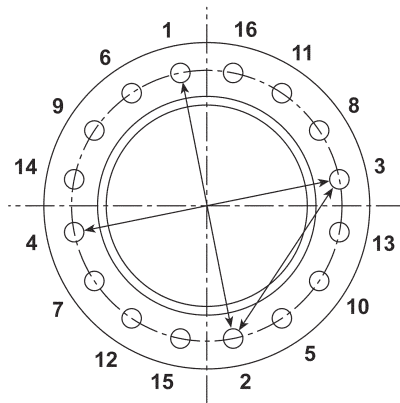

Fig. 13
- 5.3** Per prevenire malfunzionamenti e perdite delle guarnizioni, è necessario eseguire il serraggio a caldo delle connessioni quando lo scambiatore ha raggiunto la temperatura di lavoro, i bulloni devono essere serrati in modo uniforme e con la sequenza definita nella Fig. 13 e nella sezione 6.6, "Serraggio".
6.6.1 Quando si reinstalla lo scambiatore, è necessario applicare le coppie di serraggio indicate in Tabella 2; i valori sono per superfici lubrificate di bulloni e tiranti. Il serraggio deve essere eseguito in modo uniforme operando in sequenza su bulloni diametralmente opposti, come illustrato in Fig. 13.